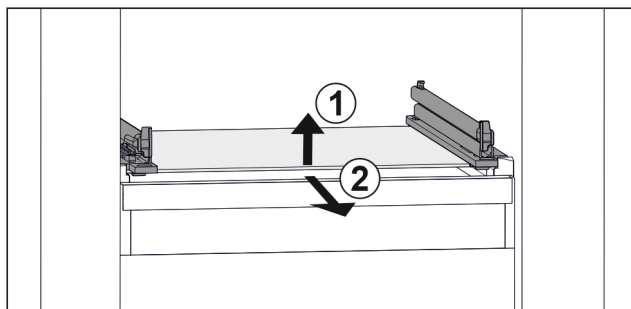

Fig. 38 Příklad znázornění skleněné desky
- ▶ Nadzvedněte skleněnou desku vpředu. Fig. 38 (1)
- ▶ Vyjměte skleněnou desku dopředu. Fig. 38 (2)